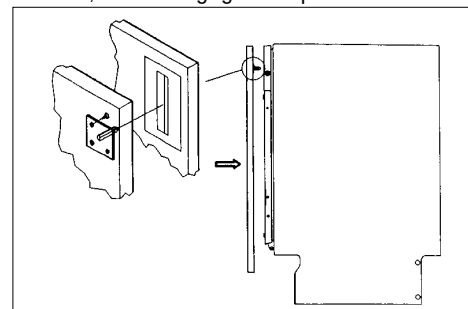
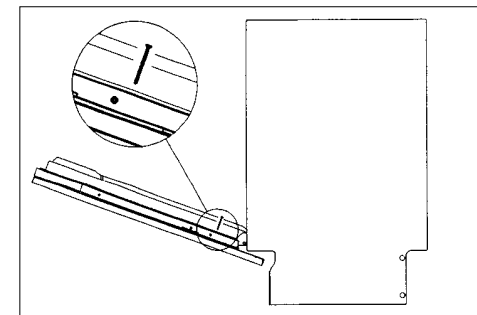

fig. 14a
fig. 14b
- Bevestig het paneel op de deur van de vaatwasser door de bovenste pennen (fig. 14a) in de sleuven van het kunststof gedeelte te drukken. Schuif het paneel iets omhoog. Schroef het paneel vanaf de binnenzijde vast, zoals aangegeven in fig. 14b.